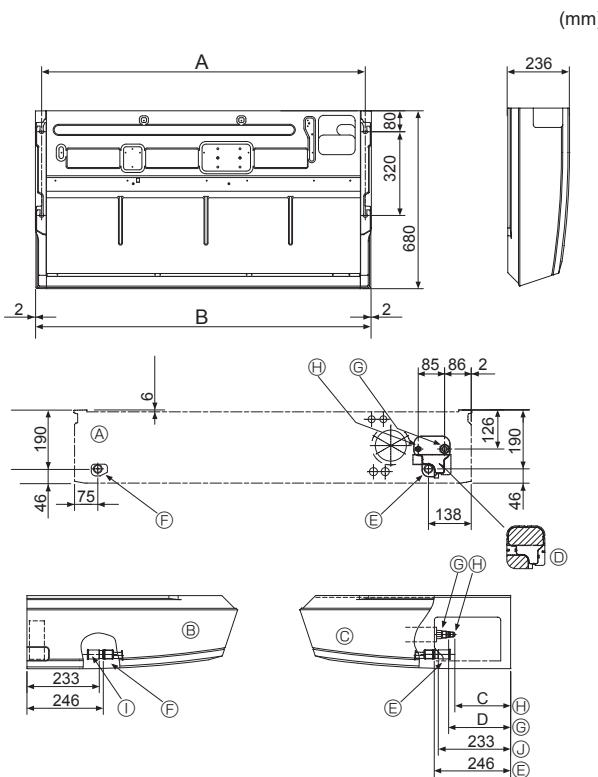

Fig. 3-2
①	Anilhas	4 peças
②	Revestimento do tubo	1 peça grande (tubagem de gás)
③	Revestimento do tubo	1 peça pequena (tubagem para líquidos)
④	Bandas	4 peças
⑤	Tomada da junta	1 peça com marca 'UNIT'
⑥	Revestimento da tomada	1 peças
⑦	Revestimento do tubo de drenagem	1 peças
⑧	Porca afunilada	1 peças ø6,35 (M60 apenas)
3.2. Preparação para instalação (Fig. 3-2)